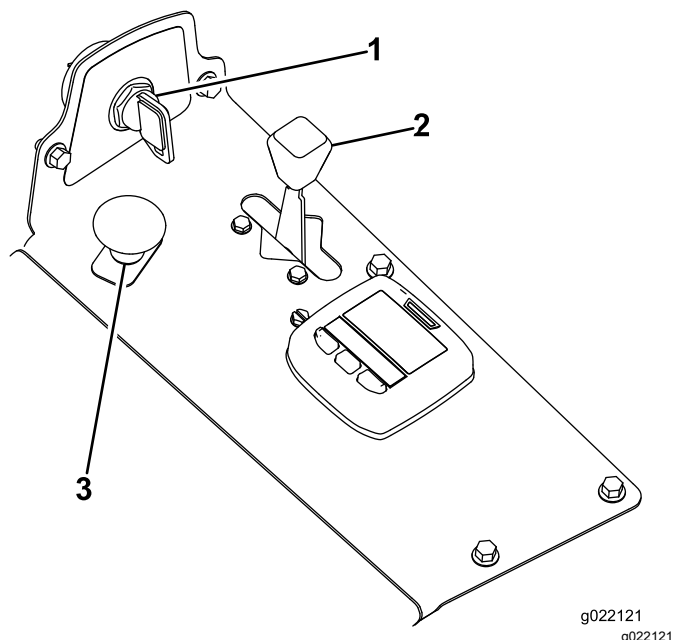

Figure 15
4. Placez la commande de prise de force (PDF) en position désengagée (Figure 15).